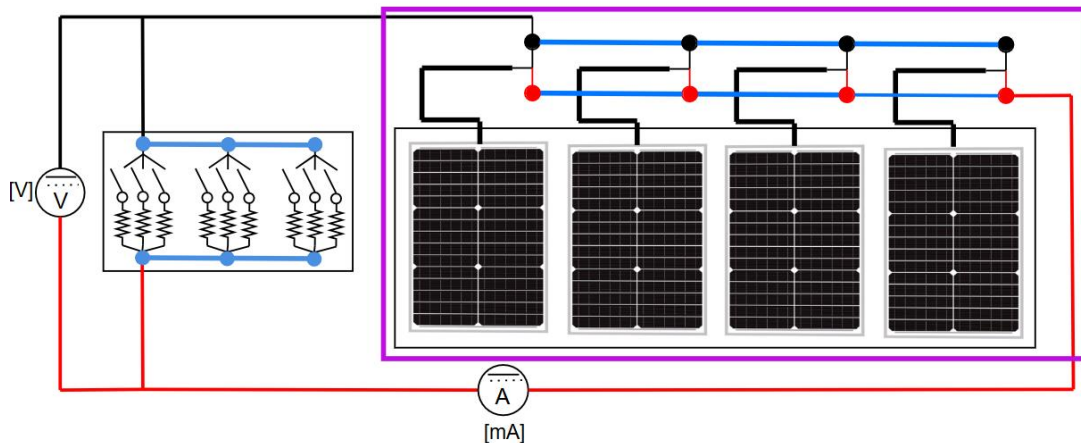

Fig. 32. Diagrama para la conexión de cuatro paneles solares en paralelo bajo carga.
1. Con el uso de cuatro paneles solares, para un sistema en paralelo, considere como referencia lo que está dentro del rectángulo morado de la **Fig. 32**, identifique que la terminal negativa del panel solar se conecta con la otra terminal negativa del otro panel solar y de igual forma la terminal positiva de un panel con la otra terminal positiva del otro panel (líneas azules).
2. Conecte un multímetro en circuito abierto en su función de voltaje de cd, como el voltímetro de la **Fig. 32**, omita el módulo de resistencias y el medidor de corriente.
5. Apague las lámparas halógenas y conecte el módulo de carga resistiva EMS 8311 y los dos multímetros como se mostró en la **Fig. 32**.